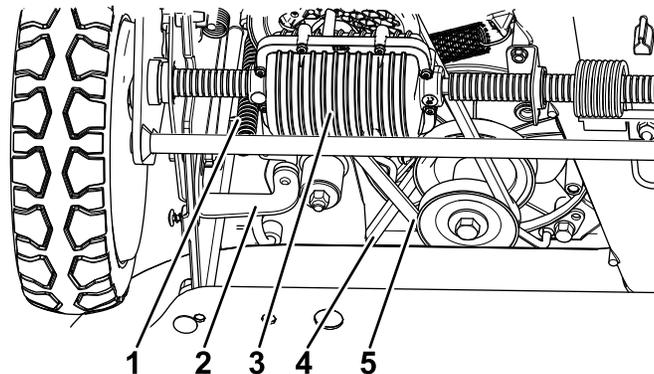

Figura 49
6. Desaperte o suporte e rode o suporte para a frente (Figura 49).